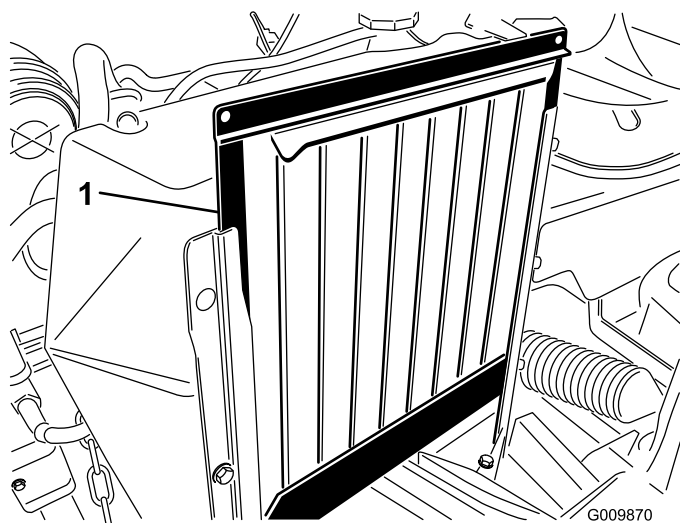

Figura 53
1. Togliete la griglia del radiatore e rimuovete i detriti (Figura 53).